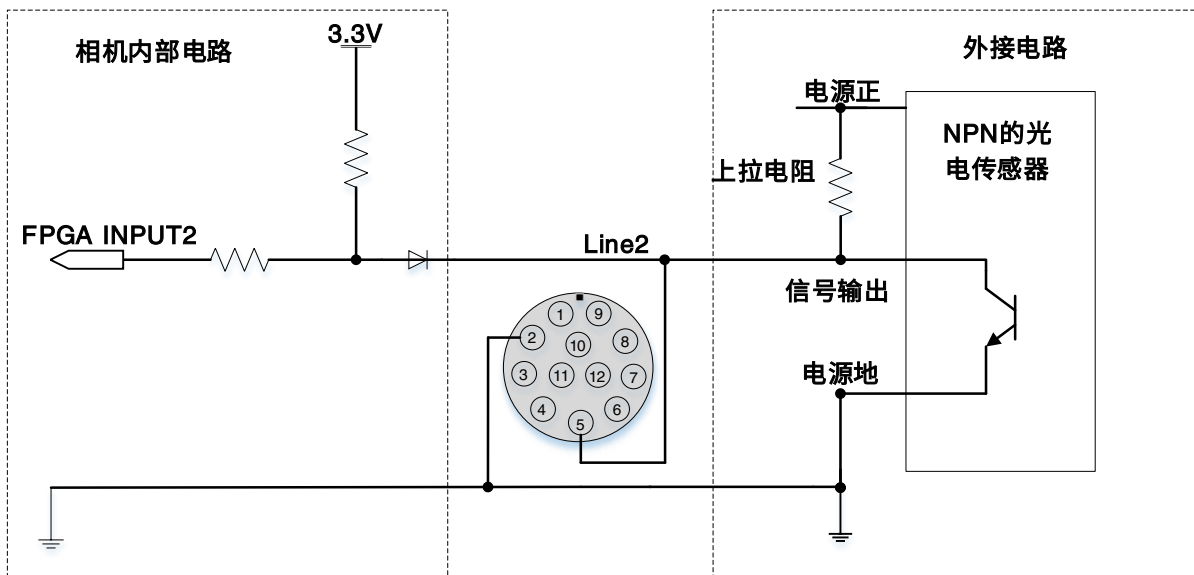
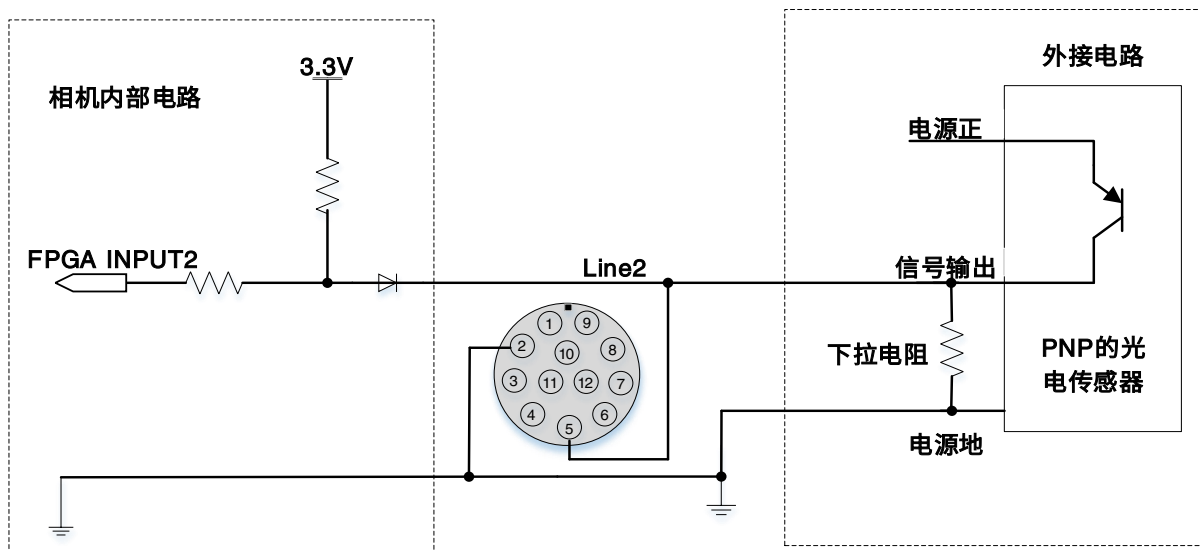

图 7-9 NPN 型光电传感器连接到 Line2 输入电路
图 7-10 PNP 型光电传感器连接到 Line2 输入电路
- Line2/3 输入高电平时，输入电流小于 100 μ A；Line2/3 输入低电平时，输入电流小于-1mA。Line2 和 Line3 输入电路和 NPN 型、PNP 型光电传感器的连接方法见图 7-9 和图 7-10